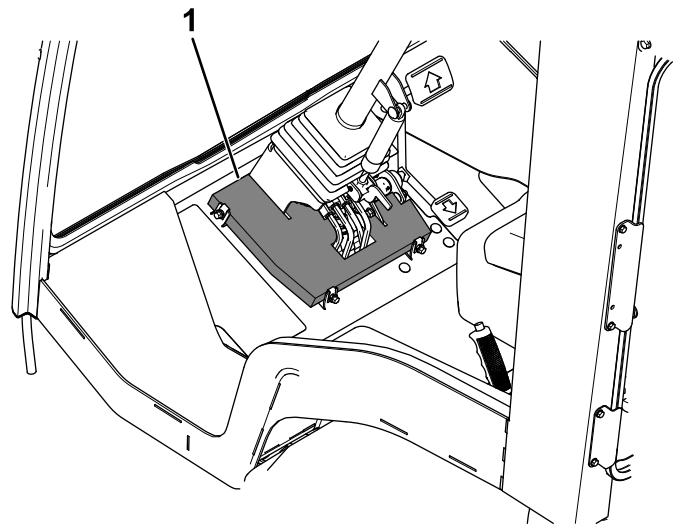

Рисунок 4
4. Установите верхнюю заглушку рулевого управления (Рисунок 4).